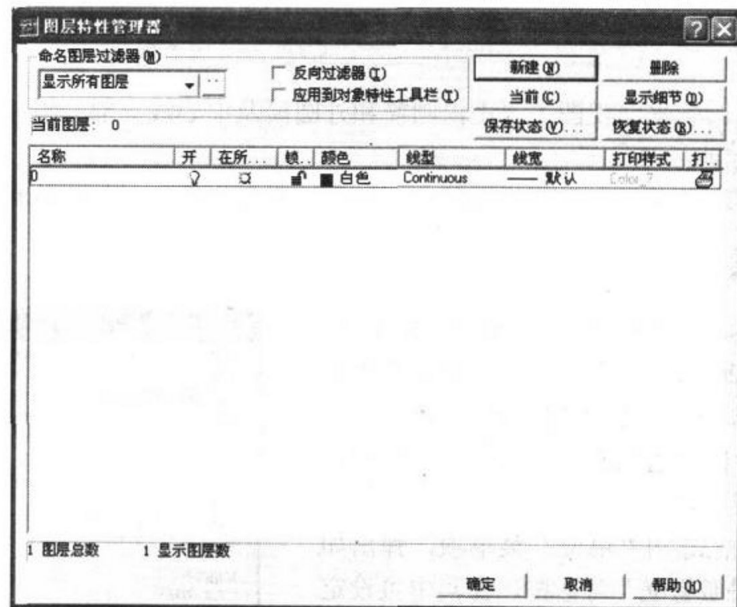

图 2-2 “图层特性管理器”对话框
(4) 单击“对象特性”工具栏中的“图层”按钮,弹出“图层特性管理器”对话框,如图 2-2 所示。